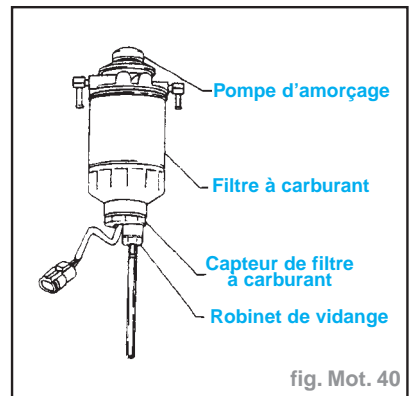

fig. Mot. 40
- Vérifier le filtre à carburant et vérifier s'il n'y a pas de fuites de carburant, de dommages et d'autres anomalies (fig. Mot. 40).